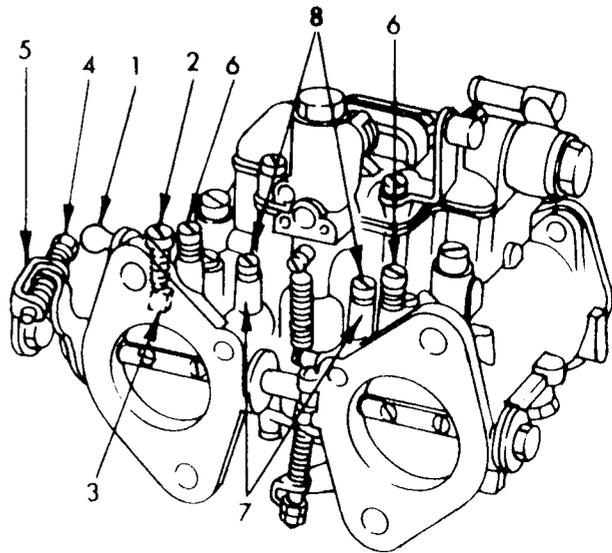

Bild 85
Bei Vergasern mit Abgaskontrolle geschieht die Einstellung in unterschiedlicher Weise. Unter Bezug auf Bild 85:
Falls kein CO-Anteil-Prüfgerät vorhanden ist, darf zum Verstellen des Leerlaufs nur die Drosselklappenanschlagschraube («2» in Bild 85) und die Synchronisierschraube für die Drosselklappen der vorderen und hinteren Vergaser (4) verstellt werden. Auf diese Weise wird der CO-Anteil nicht verändert.